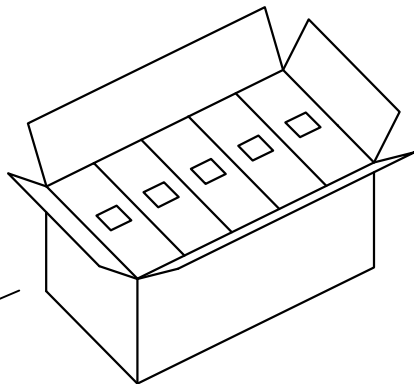

图4 外箱
- 3: 如图4, 每外箱装10内盒, 数量为10X (3X1000pcs)。